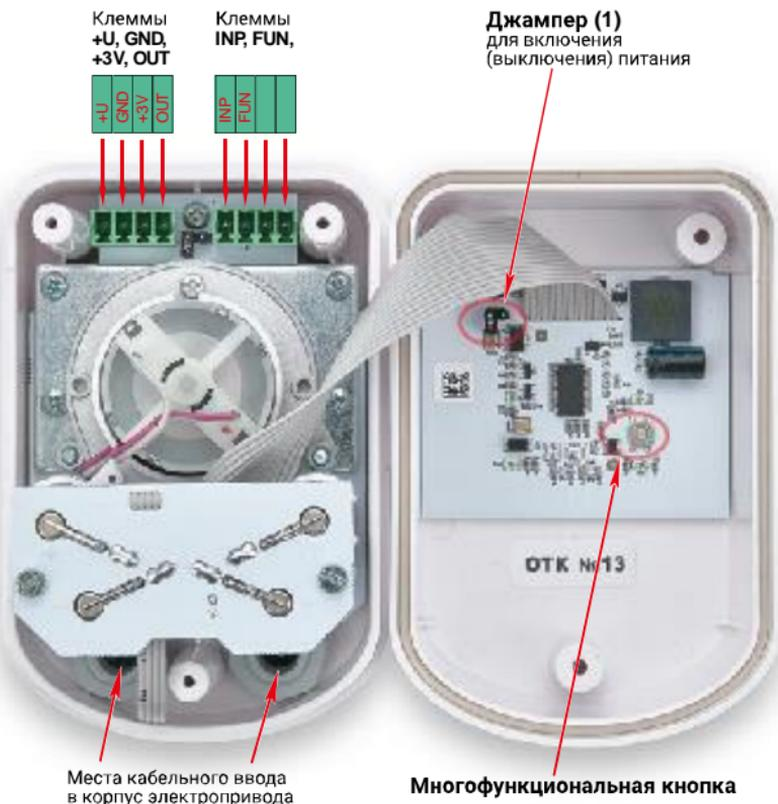

Рисунок 4. Электропривод со снятой крышкой.
- 4) Подключите провода от кабелей в соответствующие винтовые зажимы разъемных клеммных соединений согласно их назначению согласно Рис.4.
- 5) Подайте питание на электропривод замкнув джампером контакты на плате с внутренней стороны крышки электропривода Рис.4.
Добавление новых радиодатчиков или радиопультов в память электропривода возможно двумя способами – при помощи многофункциональной кнопки внутри корпуса электропривода (см. рис.4) или через мобильное приложение Smart Life.
Для перевода электропривода Hidrolock Winner в режим сопряжения внутри корпуса на плате расположена многофункциональная кнопка (см рис.4, указана красной стрелкой). При нажатии и удержании кнопки зуммер будет раз в секунду подавать звуковые сигналы, соответствующие одному из трёх режимов, в которые можно перевести устройство. Смена режимов происходит последовательно приблизительно через каждые 5 секунд.
Удаление всех кодов радиодатчиков и пультов из памяти контроллера электропривода возможно только в ручном режиме при помощи многофункциональной кнопки на внутренней стороне корпуса электропривода *Gidrolock Winner* (рис.4).